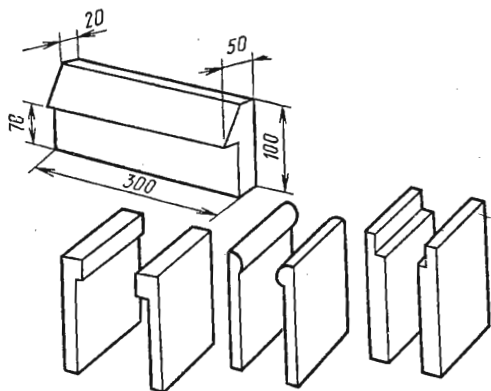

Рис. 35. Фигурные доски для отделки корешков книжных блоков
**Фигурные доски** (рис. 35) служат в качестве дополнительных прокладок при обработке в тисках корешков